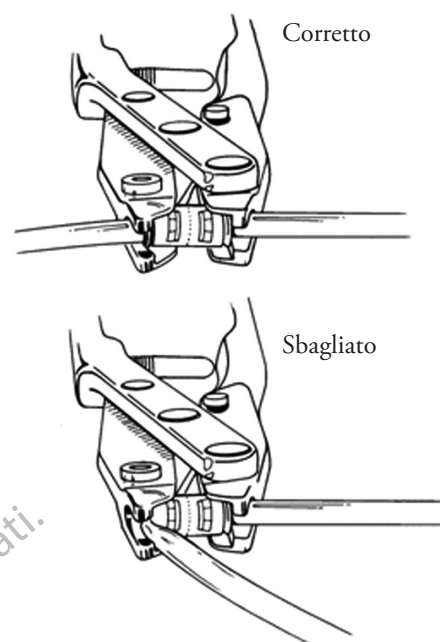

Figura 4-34. Chiusura dello strumento di connessione rapida
7. Stringere le impugnature dello strumento fino a quando il fermo di chiusura non tocca l'impugnatura opposta. (**Figura 4-34**)